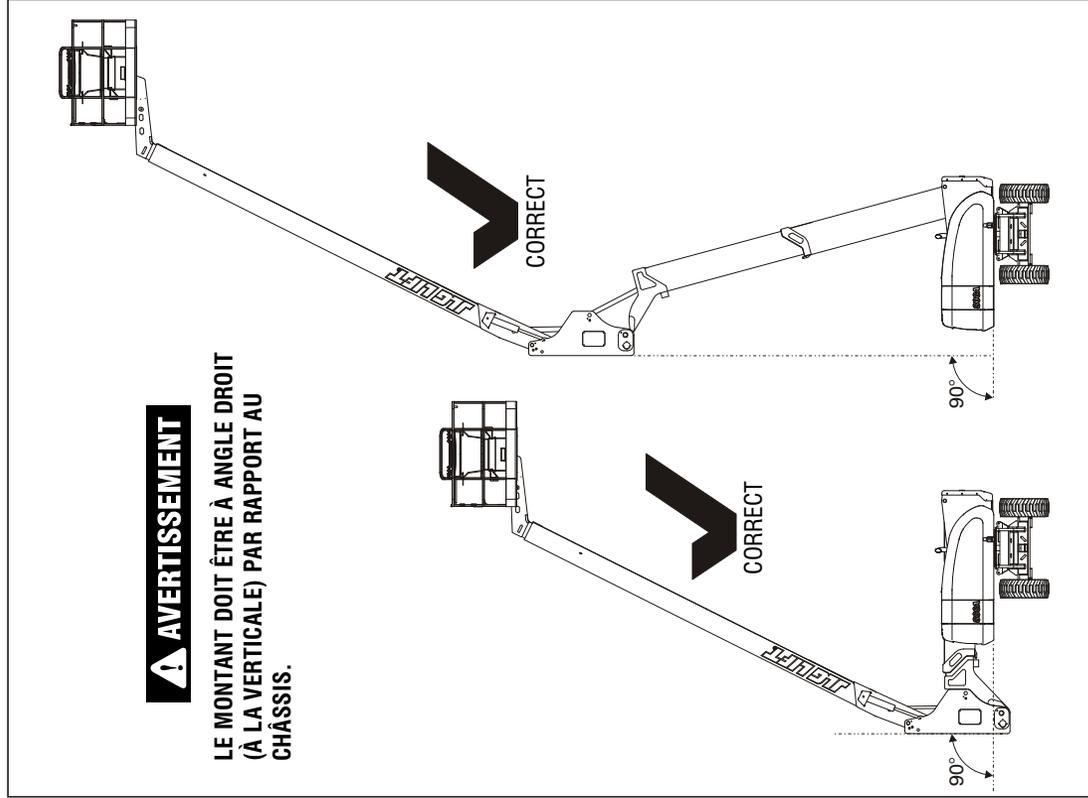
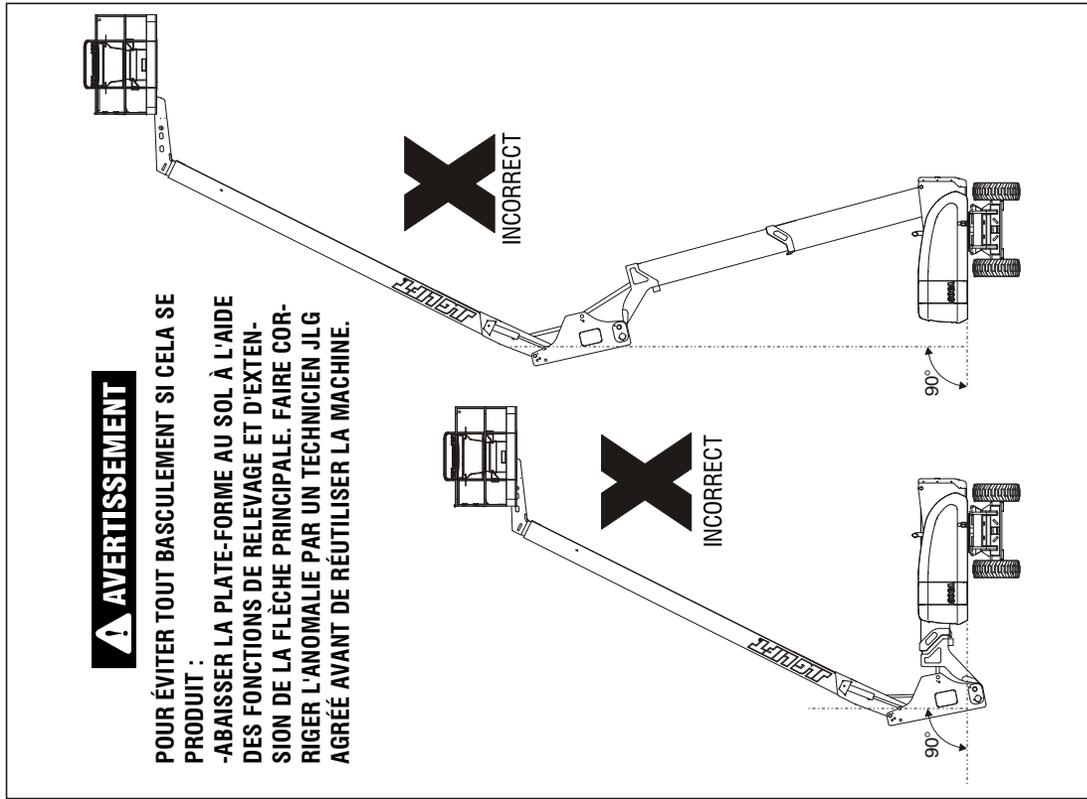

Figure 2-9. Position correcte du montant de la flèche
Figure 2-10. Position incorrecte du montant de la flèche
- 43. Montant** - En position verticale par rapport au châssis. Se reporter à la Figure 2-9. et à la Figure 2-10. En cas de défaut d'alignement, ne pas utiliser la machine avant que le montant ait été synchronisé conformément à la Section 4.16.
- c. Relever la flèche inférieure de tourelle à environ 40 degrés, puis abaisser la flèche de tourelle pour la remettre dans sa position en dessous de l'horizontale. Observer la position du montant pendant le relevage et l'abaissement de l'ensemble de la flèche de tourelle. S'assurer que le montant reste à la verticale par rapport au châssis. Voir la Figure 2-9. et la Figure 2-10.